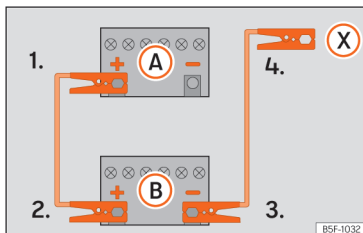

Fig. 43 Esquema de ligação para veículos sem sistema Start/Stop.
(+) do veículo com a bateria descarregada (A) » » » Fig. 43.
3. Ligue a outra extremidade do cabo auxiliar de arranque **vermelho** ao polo positivo (+) do veículo que fornece a corrente (B).
- 4a. *Nos veículos sem sistema Start-Stop:* ligue uma extremidade do cabo auxiliar de arranque **preto** ao polo negativo (-) do veículo que fornece a corrente (B) » » » Fig. 43.